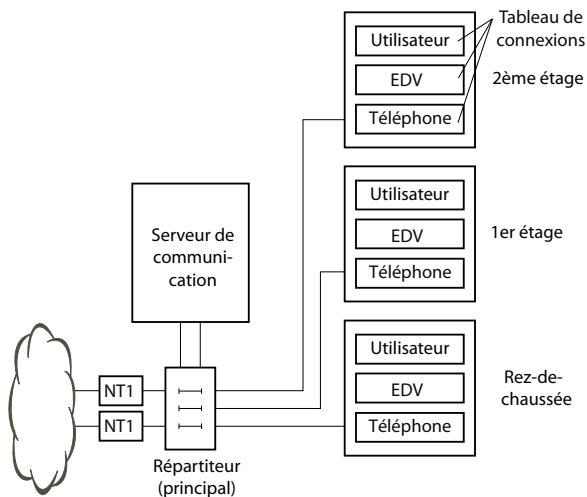
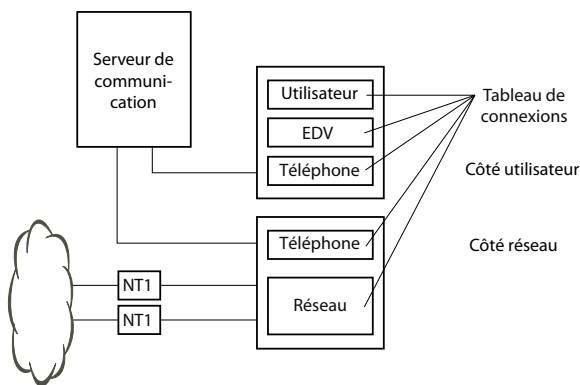

Fig. 32 Raccordement au CUB via le répartiteur (principal) (exemple)
Fig. 33 Raccordement au CUB via le centre de câblage (exemple)
- raccordement indirect via le répartiteur (principal) et éventuellement le câblage universel de bâtiments (CUB) (voir aussi Fig. 32 et Fig. 33).